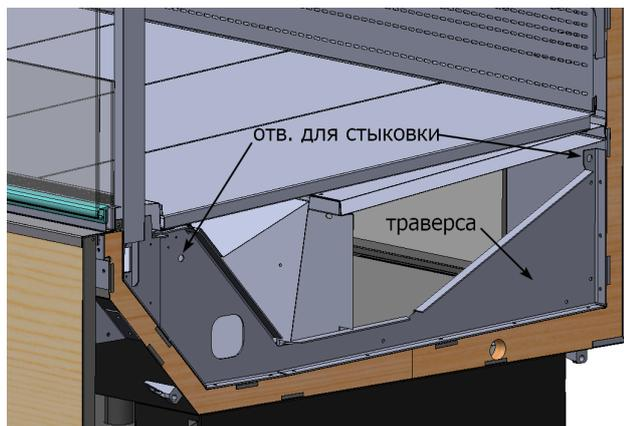

рис. 3
- через отверстия в траверсах с помощью шпилек М6 и гаек с прессшайбой (рис. 3)